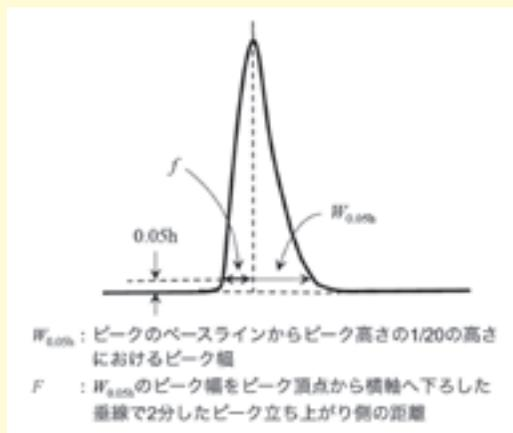

図 2
シンメトリー係数 (symmetry factor,  $S$ ) (テーリング係数とも呼ばれる) は、ピークの対称性の度合いを示す係数で、図 2 に基づき (5) 式で与えられます。